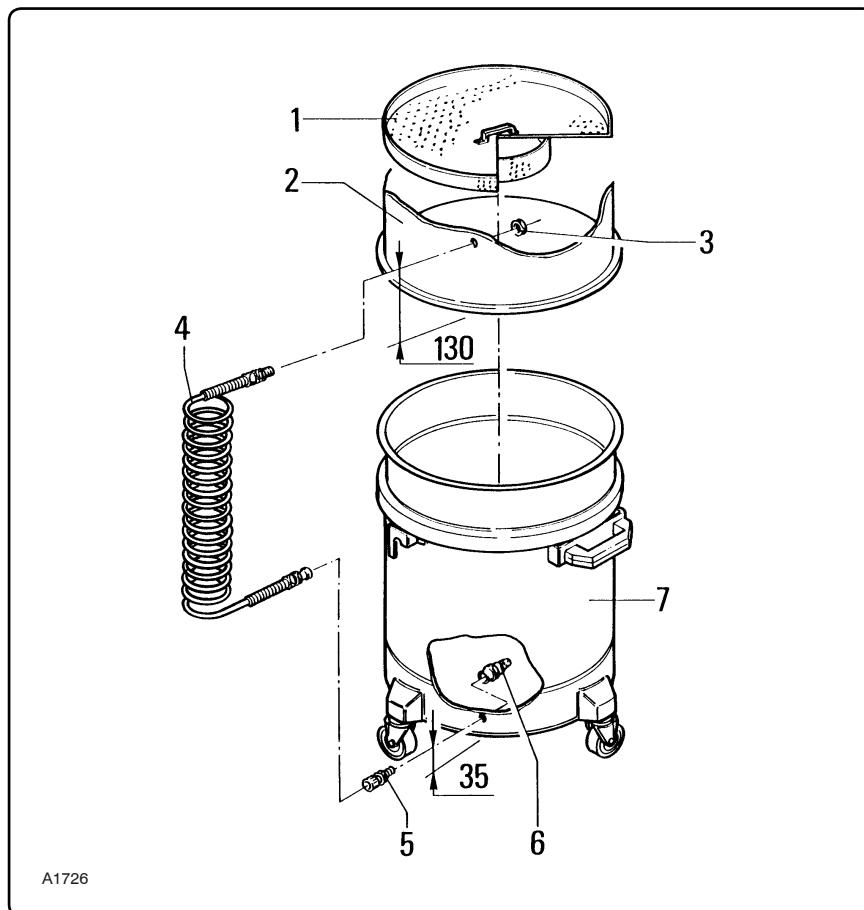

Fig. 6.10.3
6.10.3 - Griglia e depressore (fig. 6.10.3)
6.10.3 - Plate and suction pipe (fig. 6.10.3)
6.10.3 - Grille et dépresseur (fig. 6.10.3)
6.10.3 - Rejilla y dispositivo de vacío (fig. 6.10.3)